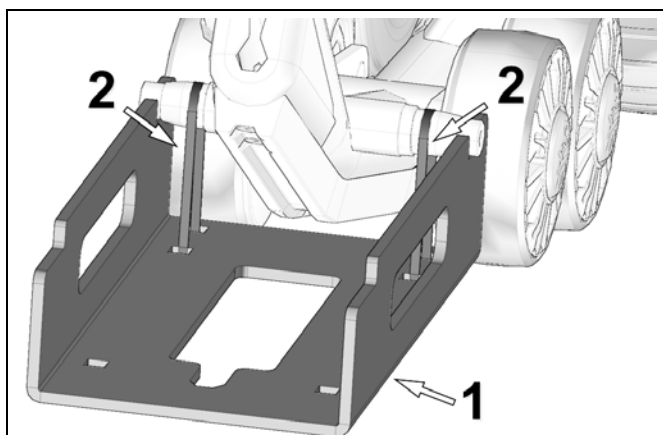

Figure 39
Utiliser le gabarit d'alignement Camoplast #2000-00-1999 (article 1, à la Figure 39), ainsi que la procédure suivante pour effectuer l'alignement :
Fixer l'outil d'alignement aux extrémités du premier arbre de roue du châssis en utilisant les courroies de nylon (tie-rop) (2) fournies avec l'outil. Voir la Figure 39.